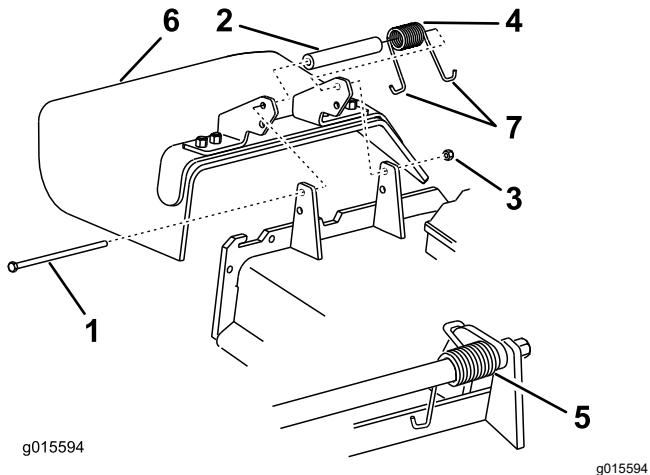

Figura 93
1. Retire la contratuerca, el perno, el muelle y el espaciador que sujetan el deflector a los soportes de pivoté (Figura 93).
**Nota:** Asegúrese de colocar un extremo con gancho en J del muelle detrás del reborde de la carcasa antes de instalar el perno, según se muestra en Figura 93.
6. Coloque 1 extremo en J del muelle alrededor del deflector de hierba (Figura 93).